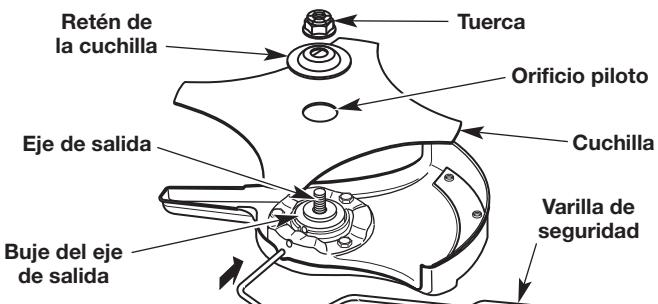

Fig. 15
- Mientras sostiene la varilla de seguridad en su lugar, coloque la cuchilla sobre el alojamiento del eje de salida (Fig. 15).
**ADVERTENCIA:** Para evitar lesiones personales graves, asegúrese de que el orificio piloto de la cuchilla se asiente de forma plana contra el casquillo del eje de salida (Fig. 15). La unidad vibrará y la cuchilla se puede desprender si la cuchilla no está centrada.
- Coloque la retención de la cuchilla sobre el eje de salida con la superficie plana contra la cuchilla (Fig. 15).
- Atornille la tuerca sobre el eje de salida (Fig. 15).